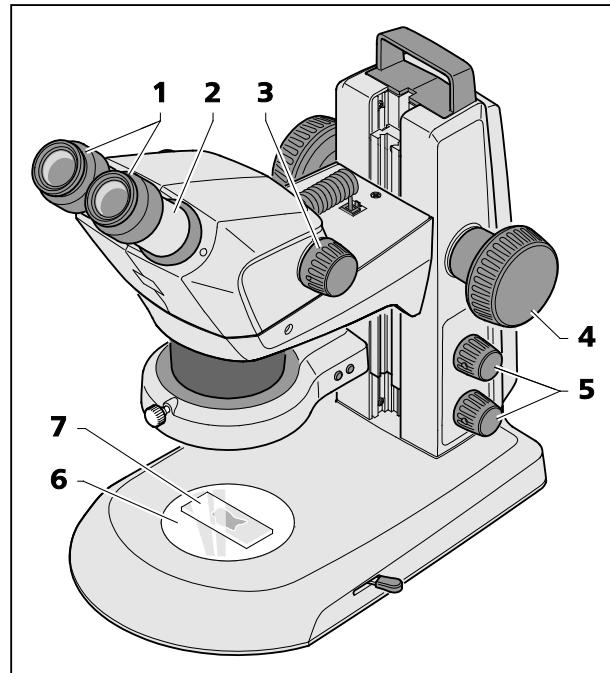

图 18 设置立体显微镜
1. 将观察对象(图 18/7)置于玻璃或塑料盘(图 18/6)中间并照射(图 18/5)。
2. 在可调目镜(图 18/1)上将屈光度补偿设为 "0"。
3. 从侧面推移目镜支架(图 18/2)调整眼间距,直到用双眼能够看到目镜中只有一个未切割光圈(物场)。
4. 首先将对焦(图 18/3)调到最小放大值。
5. 然后对焦观察对象图片中间显著的某处细节(图 18/4)。
6. 设置最大对焦值(图 18/3)。放大后该处细节可能又变得模糊,不再位于图片中央。
7. 对焦让观察对象变得清晰,然后通过移动观察对象重新找到该处细节并精确对焦(图 18/4)。
8. 接着再次设到最小对焦值,必要时可通过在可调目镜上(而不是在对焦旋钮上,图 18/4)进行屈光度补偿,来修正每只眼的图片模糊问题(肉眼误差补偿)。